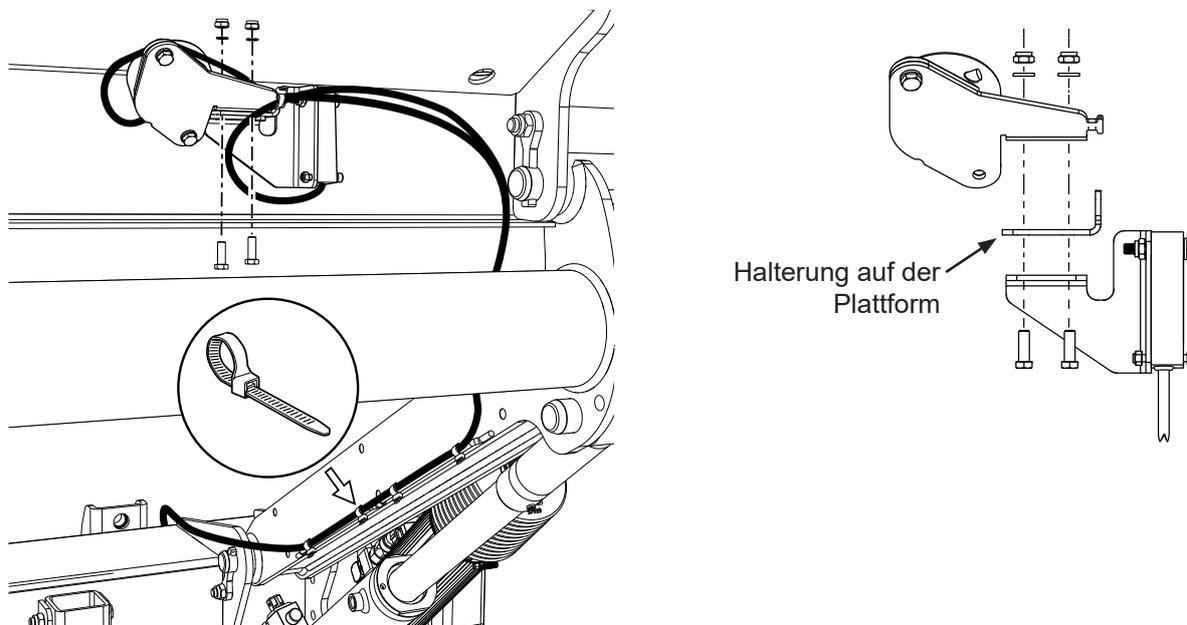

Abb. 60. Einbau des Winkelsensors für die Kippautomatik (Autotilt)
1. Die Winkelsensoren mit den dazugehörigen Schrauben, Muttern und Einschüben an der Plattform anbringen und das Kabel mit Kabelband befestigen, siehe Abb. 60.